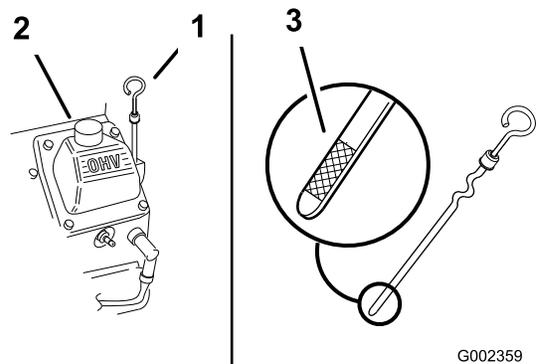

Figura 20
3. Pulite attorno all'asta di livello (Figura 20) in modo che la morchia non possa penetrare nel foro di rifornimento e danneggiare il motore.
4. Svitare l'asta di livello dell'olio e pulitene l'estremità (Figura 20).
5. Inserite a fondo l'asta di livello nel tubo di rifornimento, senza avvitare (Figura 20).
6. Versate lentamente nel tubo di rifornimento (Figura 20) l'80% circa dell'olio indicato.